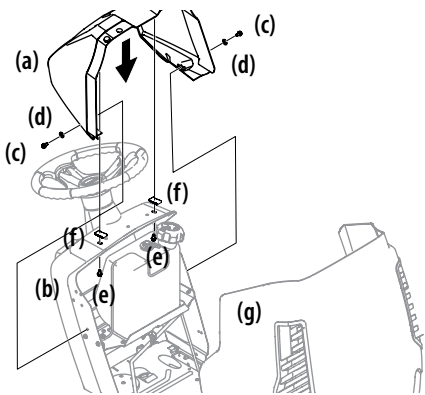

Figura 2-8
1. Si la cubierta del tablero (a) se envía suelta, el hardware para la fijación de la cubierta guión (a) se envía instalado en la cubierta guión (a) y el guión (b). Retire los dos tornillos (C) y las arandelas (D) del guión (g) y dos tornillos (e) y (f) los clips de la cubierta del guión (b). Vea la Figura 2-8.
2. Montar la cubierta del tablero (a) y alinee los orificios de montaje. Utilizando los tornillos (C / E), arandelas (d) y los clips (f) instalar la cubierta guión (a) y ajustado los tornillos (c) de modo que la cubierta guión (a) se puede ajustar. Vea la Figura 2-8.
3. Cerca de la campana y alinee la cubierta guión (a) a la campana (g), dejando un espacio uniforme entre la campana (g) y la cubierta guión (a). Vea la Figura 2-8.
4. Levante el capó (g) y apretar los tornillos (c/e) que sujetan la cubierta del tablero (a) en el tablero (b). Vea la Figura 2-8.